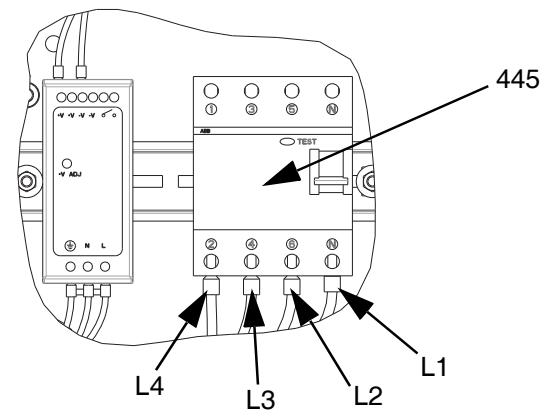

ABB. 18
11. Schließen Sie die Drähte L1, L2, L3 und L4 vom Erweiterungsmodul an den Leistungsschalter (445) an, wie dargestellt in ABB. 18.
12. Schließen Sie die Erdungsdrähte an die Erdungsklemme (455) an, indem Sie die Mutter (437) am Kabelbaum lockern.